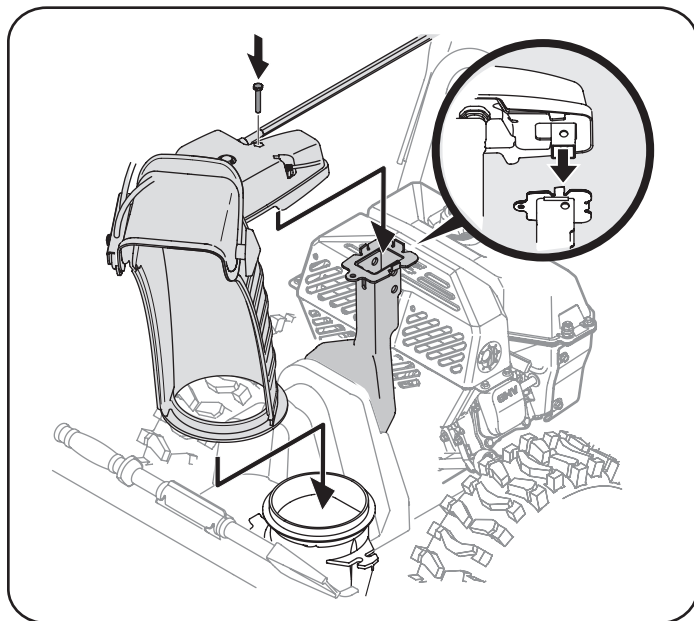

Figura 5
4. Ubique el canal sobre la base del mismo y garantizar la varilla hexagonal está situado bajo el panel manejar. Instalar el perno hexagonal previamente eliminado, pero no seguro con tuerca de mariposa en este momento. Vea la Figura 5.